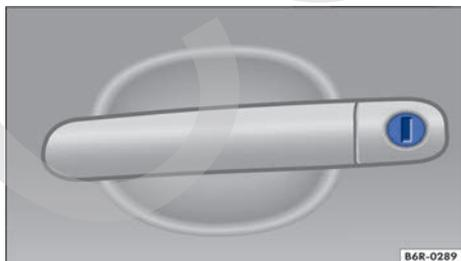

Fig. 149 Manilla de la puerta del conductor con cilindro de cerradura.
- Inserte el paletón de la llave en el bombín de cierre y desbloquee o bloquee el vehículo ⇒ fig. 149.